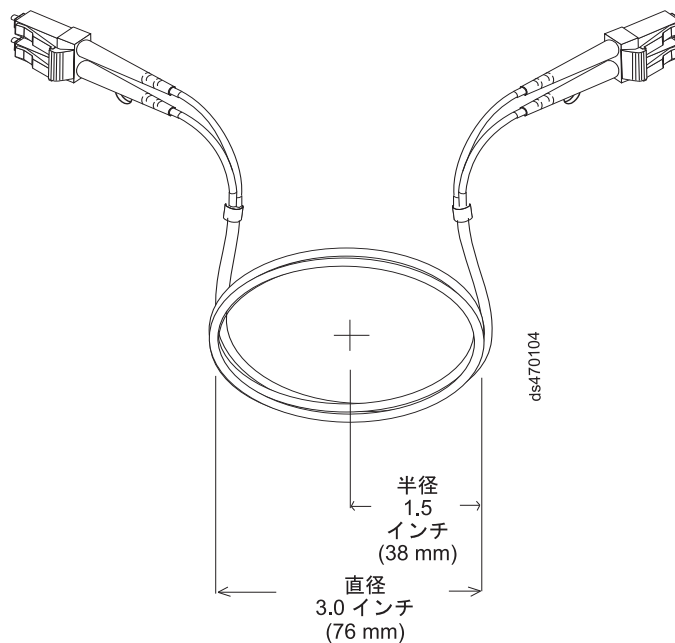

図 31. 光ファイバー・ケーブルの曲げおよびループに関する推奨仕様
- 余分な、または未使用の光ファイバー・ケーブルを保管するときは、ケーブルを直径 76 mm (3 インチ) 未満または半径 38 mm (1.5 インチ) 未満に曲げないでください。また、ケーブルを折り返さないでください。66 ページの図 31 を参照してください。